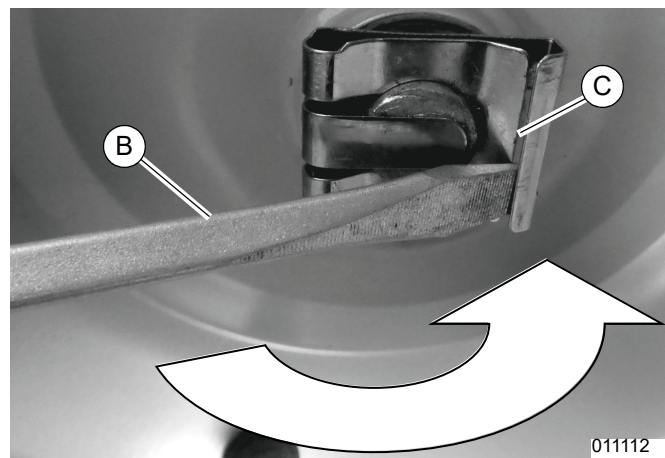

Figura 4-19. Ubicación de los sujetadores de retención de la rueda
4. Consulte la **Figura 4-19**. Inserte un destornillador de cabeza plana (B) en la ranura de los sujetadores de retención de la rueda (C) y gire el destornillador en sentido opuesto al semieje para levantar el interior del sujetador sobre el extremo del eje.